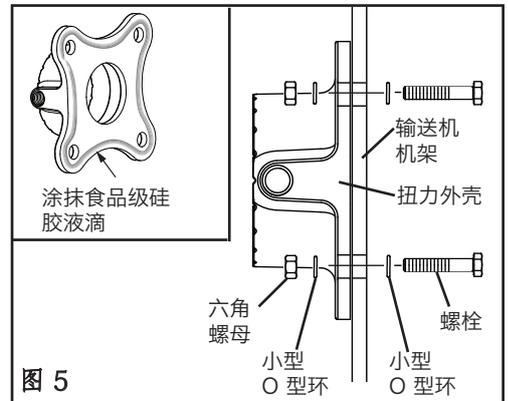

图 5
- b. 不使用平衡物五金件 - 找平安装 (图 5)。
注意：如果使用找平安装方法，应在扭力外壳和安装板的底部滴上食品级硅胶 (图 5)。